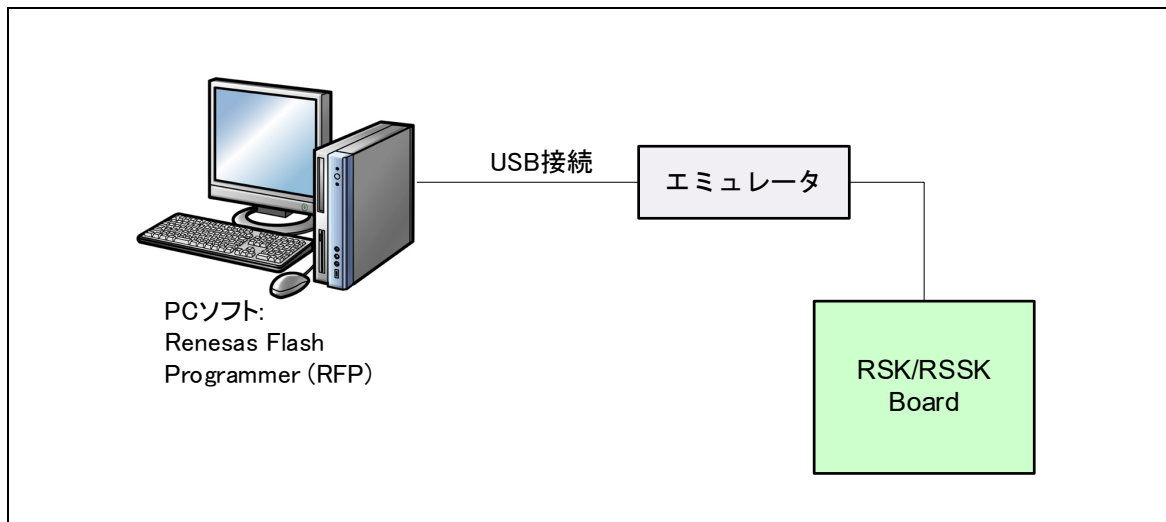

Figure 4-2 エミュレータを使用する場合の接続図
- c) エミュレータを使用する場合(**Figure 4-2**参照)は、本プログラムをユーザブート領域に書き込むことができます。